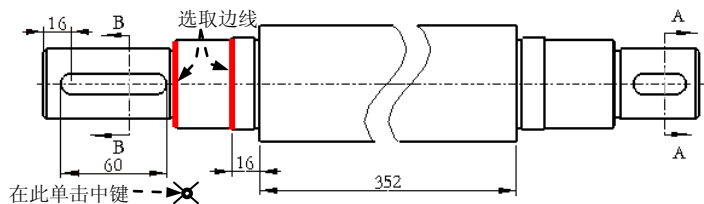
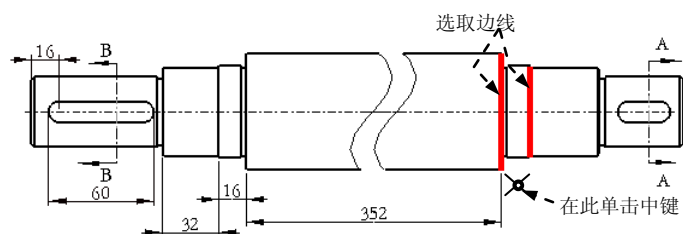
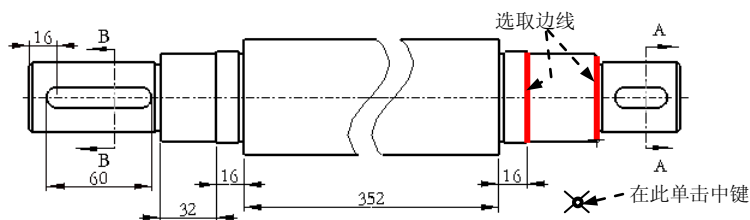

图 5.8.10 定义尺寸标注的参考(三)
图 5.8.11 定义尺寸标注的参考(四)
图 5.8.12 定义尺寸标注的参考(五)
(3) 添加尺寸(三)。按住 Ctrl 键, 分别选取图 5.8.10 所示的两条边线, 然后在图 5.8.10 所示的位置单击中键, 放置尺寸, 结果如图 5.8.11 所示。
(4) 添加尺寸(四)。按住 Ctrl 键, 分别选取图 5.8.11 所示的两条边线, 然后在图 5.8.11 所示的位置单击中键, 结果如图 5.8.12 所示。
(5) 添加尺寸(五)。按住 Ctrl 键, 分别选取图 5.8.12 所示的两条边线, 然后在图 5.8.12 所示的位置单击中键, 结果如图 5.8.13 所示。